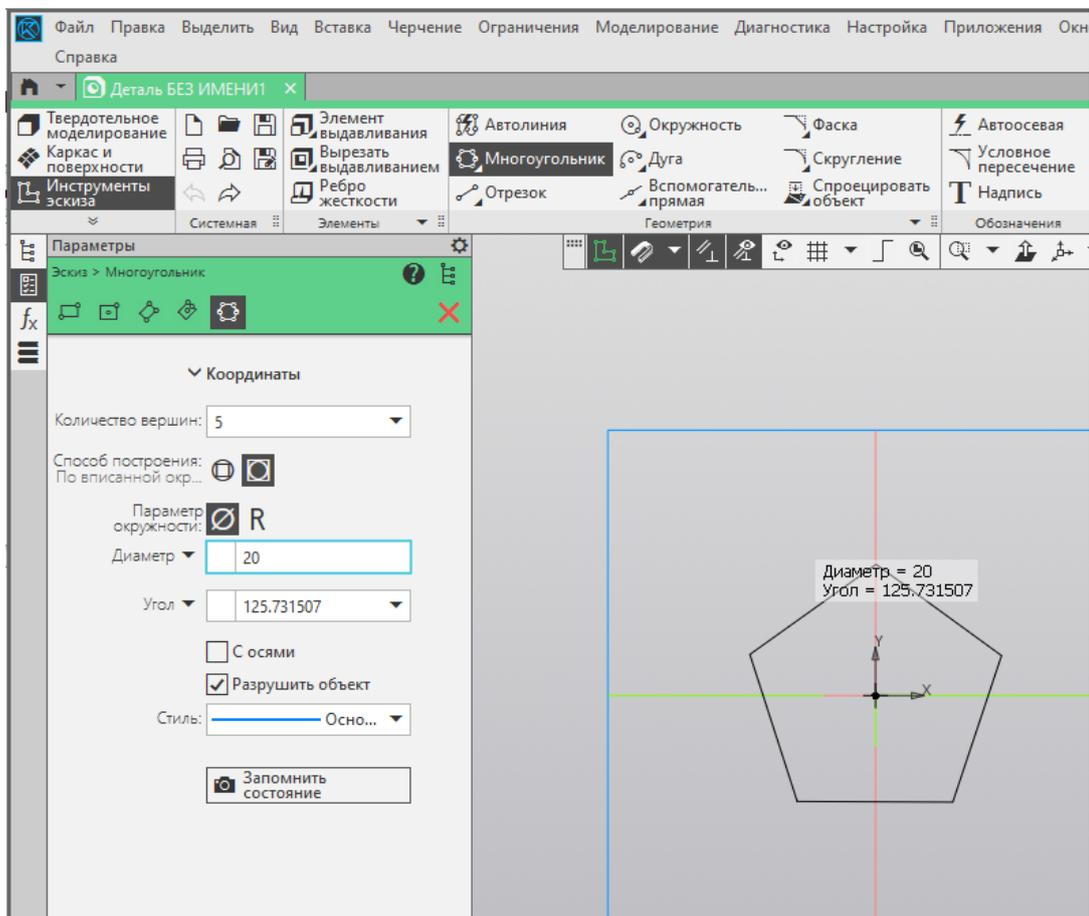

Рис.10
1) Создать эскиз в плоскости Н (основание пирамиды). Выберите команду Прямоугольник. Задаем параметры Многоугольник, стиль линии — основная, количество вершин 5. Способ построения — по вписанной окружности, диаметр окружности составляет 20 мм. (рис.10)